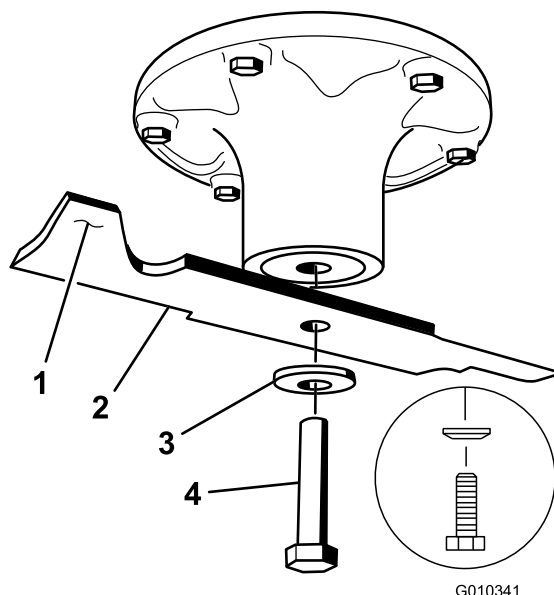

Figura 77
2. Togliete il bullone, la rondella curva e la lama dall'asse del fusello (Figura 77).